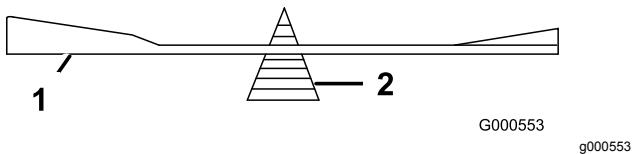

**Figura 52**
1. Utilice una lima para afilar el filo de corte en ambos extremos de la cuchilla (Figura 52).
**Nota:** Si la cuchilla no está equilibrada, rebaje algo el metal en la parte de la vela solamente (Figura 52).